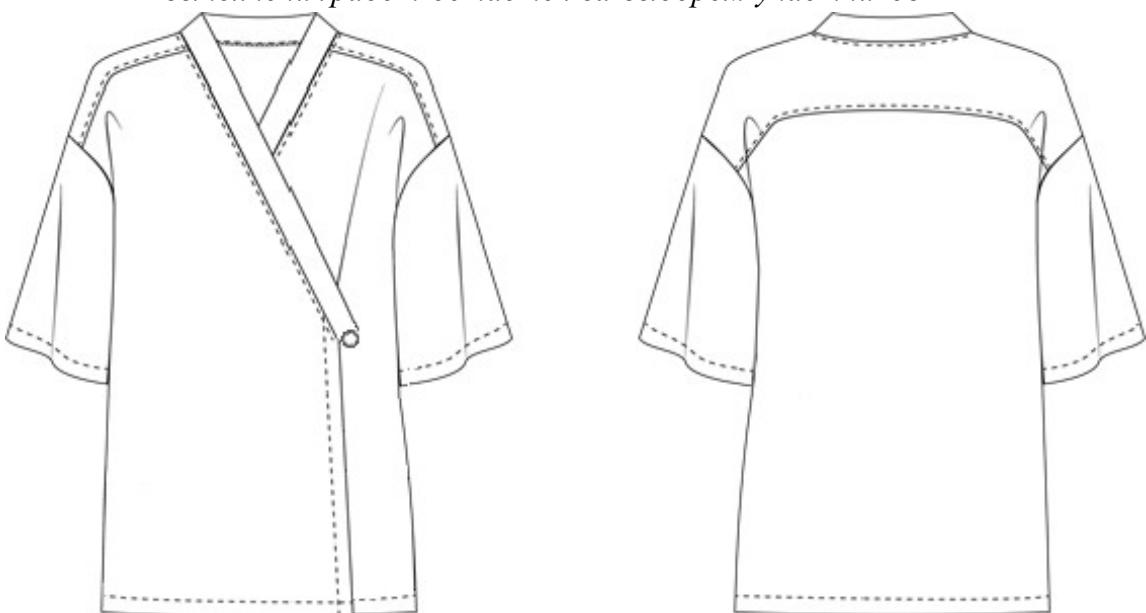

Рисунок 2 – Технический рисунок женской блузы.
**Технологическая последовательность изготовления блузы (рисунок 2).**
#### Спецификация основных и прокладочных деталей кроя женской блузы (рисунок 2).